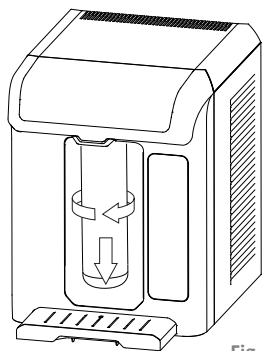

Fig. 12
- Abra a tampa do alojamento do Refil, gire o refil "Girou,Trocou" para a esquerda para desencaixá-lo do produto (Fig. 12).